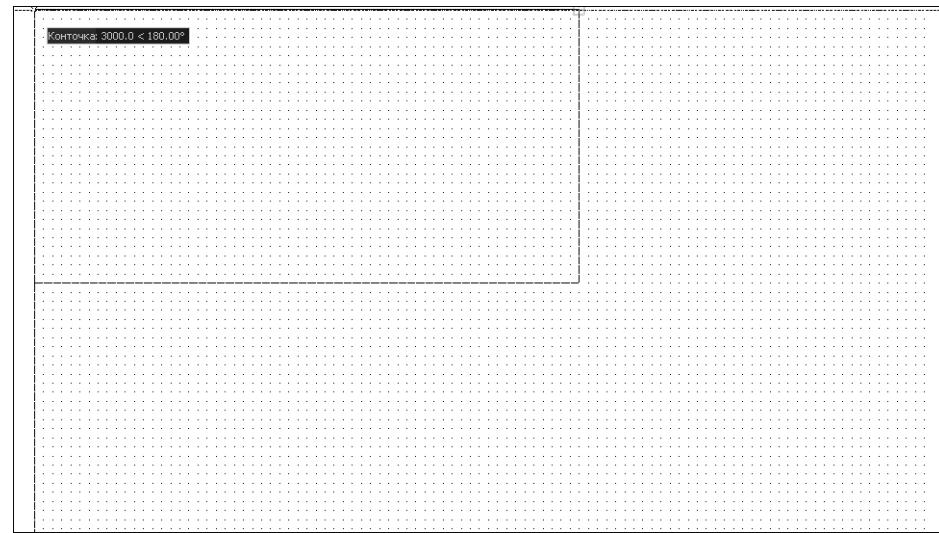

Рис. 3.11 ▼ Построение второй и третьей габаритных линий рабочей зоны
6. Переместите указатель-перекрестье влево по горизонтали и выберите точку с координатами 3000.0<180.00 (рис. 3.11).
Примечание. Сообщение **Конточка** (Endpoint), которое может появиться на экране, как показано на рис. 3.11, – это результат срабатывания режима объектной привязки, о котором мы будем говорить в последующих главах. Если вы считаете, что этот режим вам мешает, можете выключить его, а также режим отслеживания объектной привязки, щелкнув на кнопках-индикаторах **ПРИВЯЗКА** (OSNAP) и **ОТС-ОБЪЕКТ** (OTRACK), соответственно, для перевода их в ненажатое состояние.